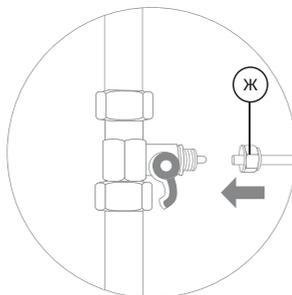
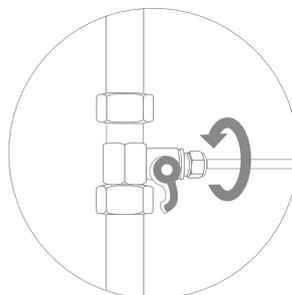

Рис. 15
Рис. 16
2. В гайку (Ж) проденьте зеленую пластиковую трубку, идущую на вход в фильтр (рис. 15). Конец трубки наденьте на штуцер адаптер-вентиль до упора и плотно накрутите гайку (рис. 16).